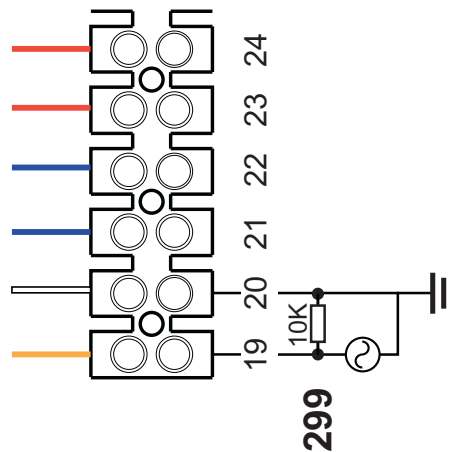

fig. 91-
**ATTENTION :** En cas d'instabilité dans la lecture du signal 0-10V par l'unité de contrôle électronique, connecter la référence du signal à la terre, et insérer une résistance de 10K en parallèle, selon fig. 91.